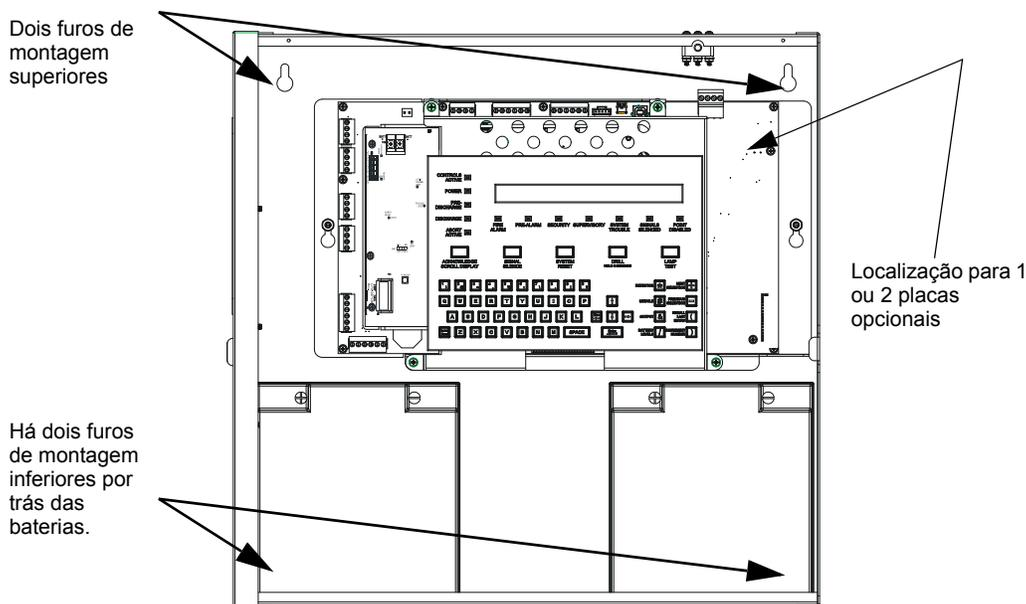

Figura 3.1 NFS-320/E/C em gabinete
- Para uma montagem segura, utilizar os quatro furos na superfície da caixa de conexões. (Ver a figura 3.1).